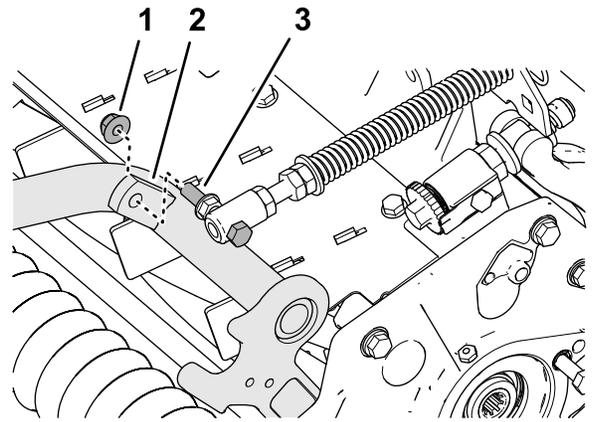

图 20
4. 使用凸缘锁紧螺母 $\frac{3}{8}$  英寸将草坪补偿弹簧的平头螺丝组装到承载架图 20 的右侧凸耳上。